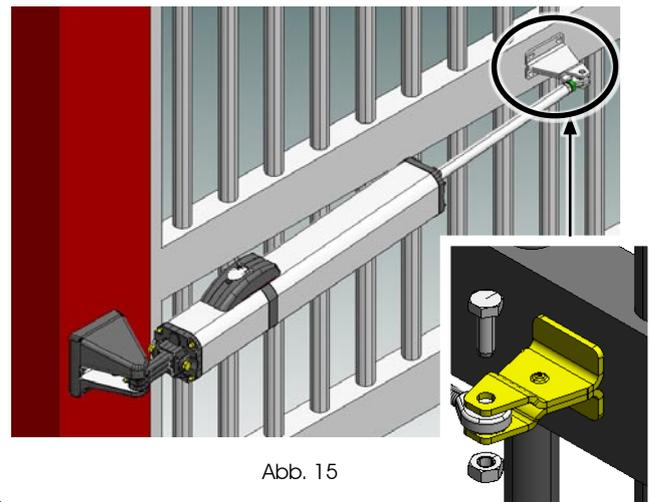

Abb. 15
15. Den Antrieb am vorderen Anschluss befestigen (Abb. 15).